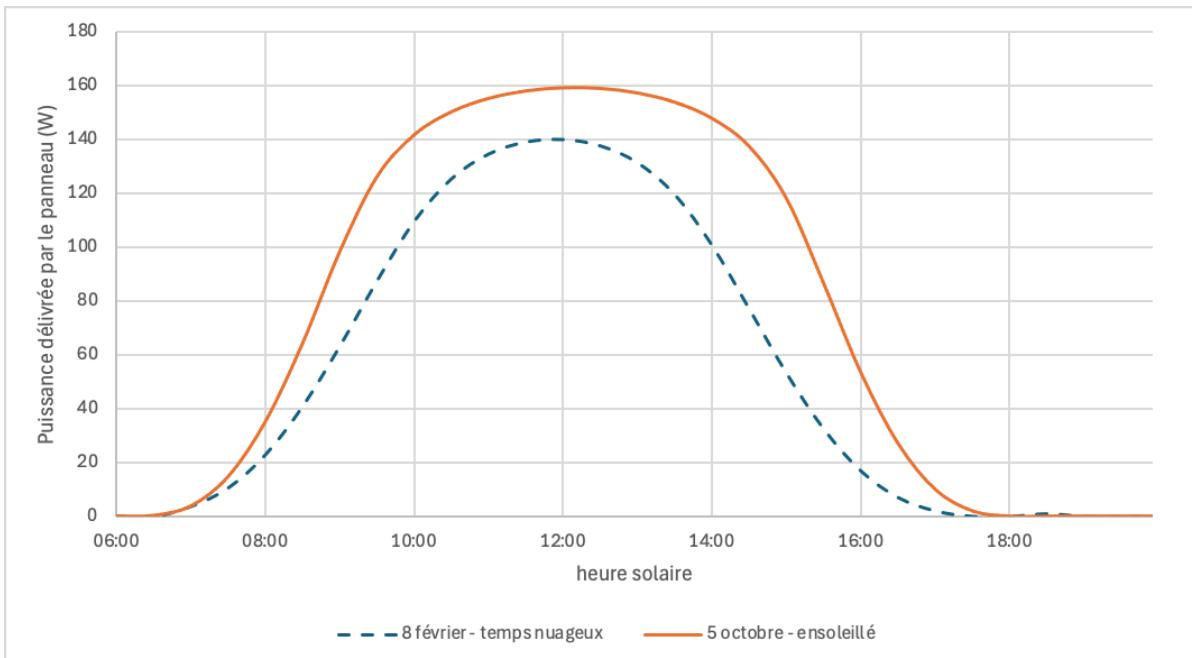

Figure 3 - Puissance délivrée à deux époques de l'année par un panneau de 1 m²
- 5- Déterminer la puissance maximale délivrée par le panneau solaire étudié sur la figure 3 page suivante, pour les deux dates considérées.